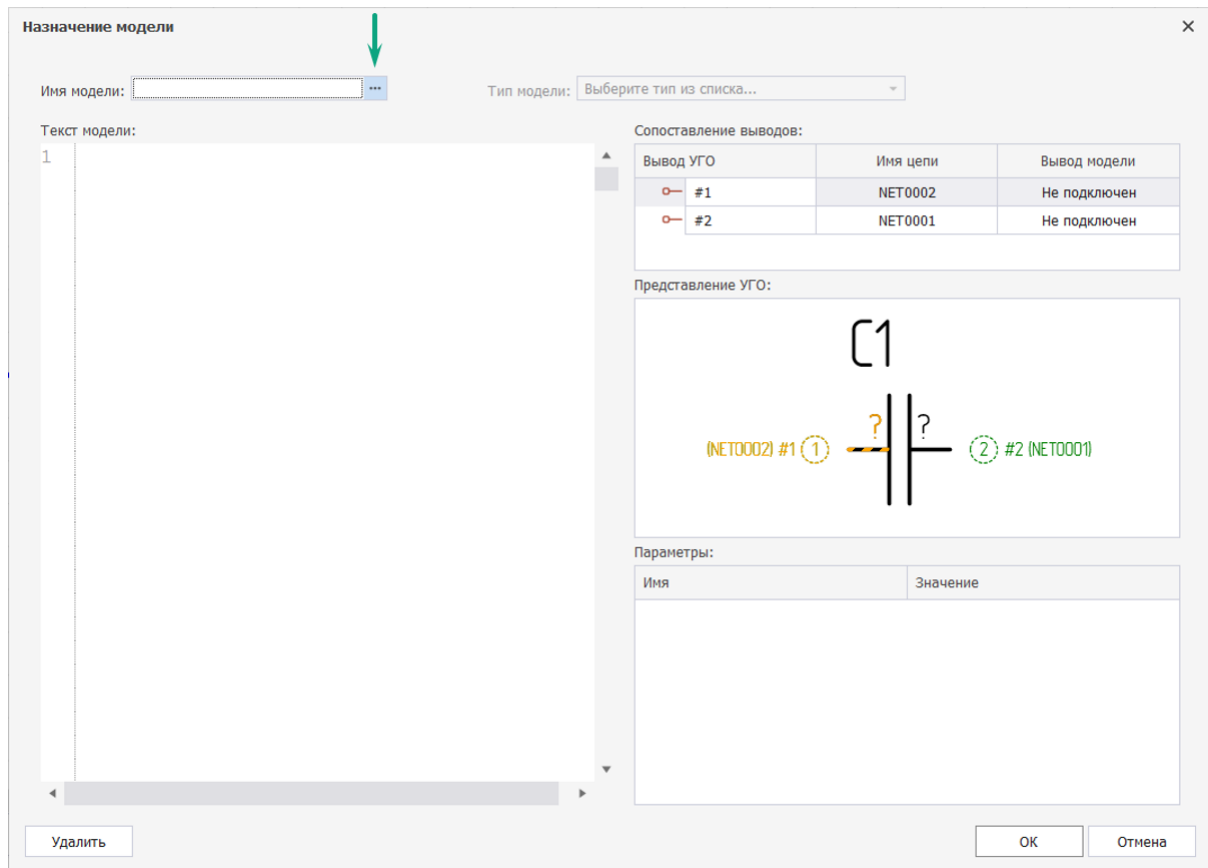

Рис. 12 Окно «Назначение модели»
2. Для добавления SPICE-модели к компоненту активируется окно «Назначение модели». Нажмите символ «...» в поле «Имя модели», Рис. 12.